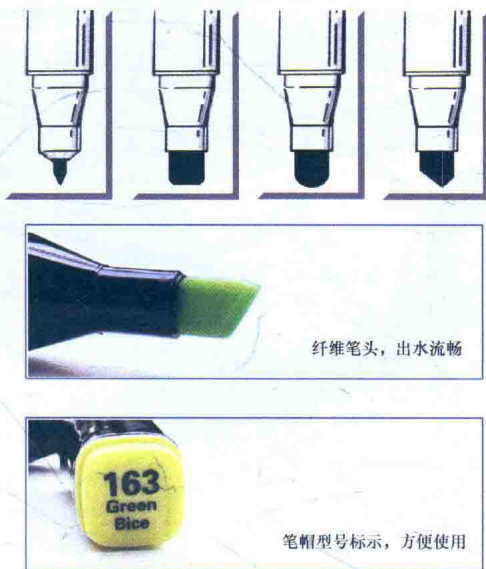

图 1-11 笔头与标示
③笔头与笔触：马克笔因性质和品牌不同，有不同的笔头。一般更多的是斜笔头。这种笔头能画出粗细多变的笔触。如图 1-11 所示。
④选色：马克笔色彩繁多，每一个颜色用一个型号表示。如图 1-11 所示。选购时，一般配备灰色系列和专门表现专业特有材质的颜色，数量上来说，20 支左右能满足最基本的使用，要想有丰富的效果，40 支左右是比较合适的选择（不同的专业需要的马克笔颜色并不相同）。灰色系列建议每支都买，过于艳丽的颜色少买，搭配一两支即可。